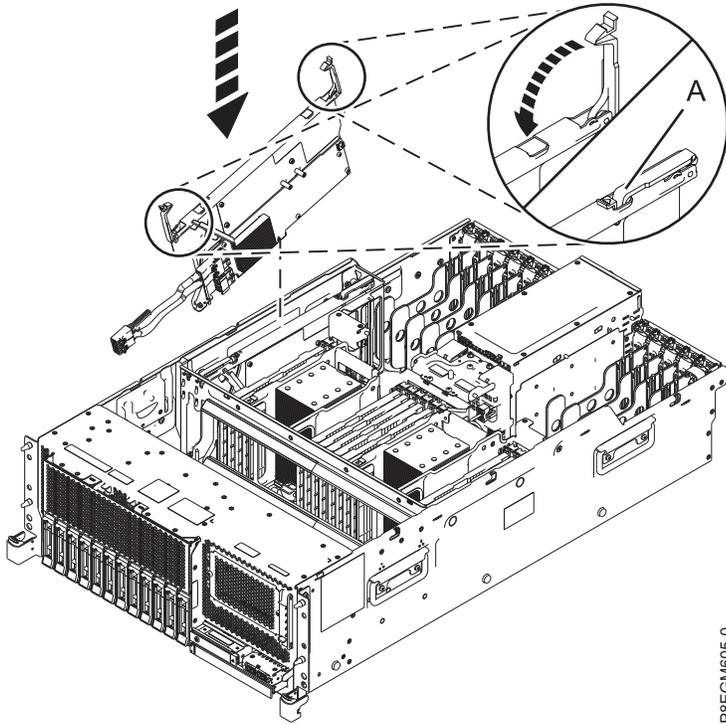

Abbildung 4. Internen SAS-RAID-Adapter in Steckplatz P1-C14 installieren
9. Schließen Sie die Installation des internen SAS-RAID-Adapters ab, indem Sie ihn vollständig einsetzen. Stellen Sie sicher, dass der Adapter auf dem Justierstift installiert wurde. Drücken Sie die blauen Griffe (**A**) in die dargestellte Richtung. Siehe Abb. 4 auf Seite 6.